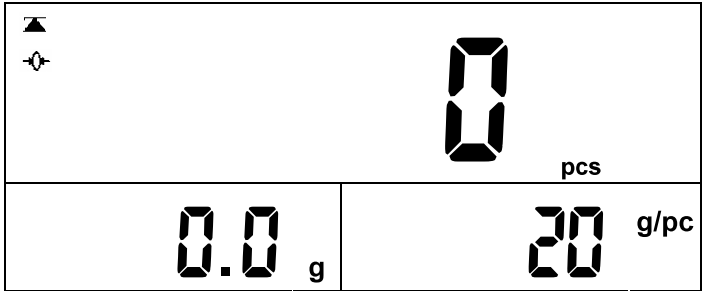

图 13
②在输入单重时，输入的单重不得小于1/10d。
③当取样不足和单重不足时指示符点亮后，请继续加载样本。
①输入已知的待称物品的单重。(图 13)